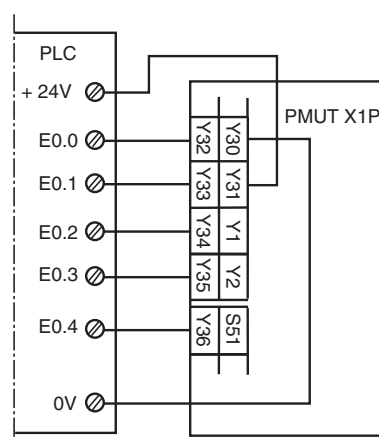

Fig. 14: Anschlussbeispiel für Halbleiterausgänge/Connection example for semiconductor outputs/Exemple de raccordement des sorties statiques
24 V Versorgungsspannung für Halbleiterausgänge: +24 V DC an Klemme Y31 und 0 V an Klemme Y30 anschließen (siehe Fig. 14).
24 V supply voltage for semiconductor outputs: Connect +24 VDC to terminal Y31 and 0 V to terminal Y30 (see Fig. 14).
- **Sorties statiques :** Tension d'alimentation 24 V pour sorties statiques : +24 V DC sur borne Y31 et 0 V sur borne Y30 (cf. fig. 14).